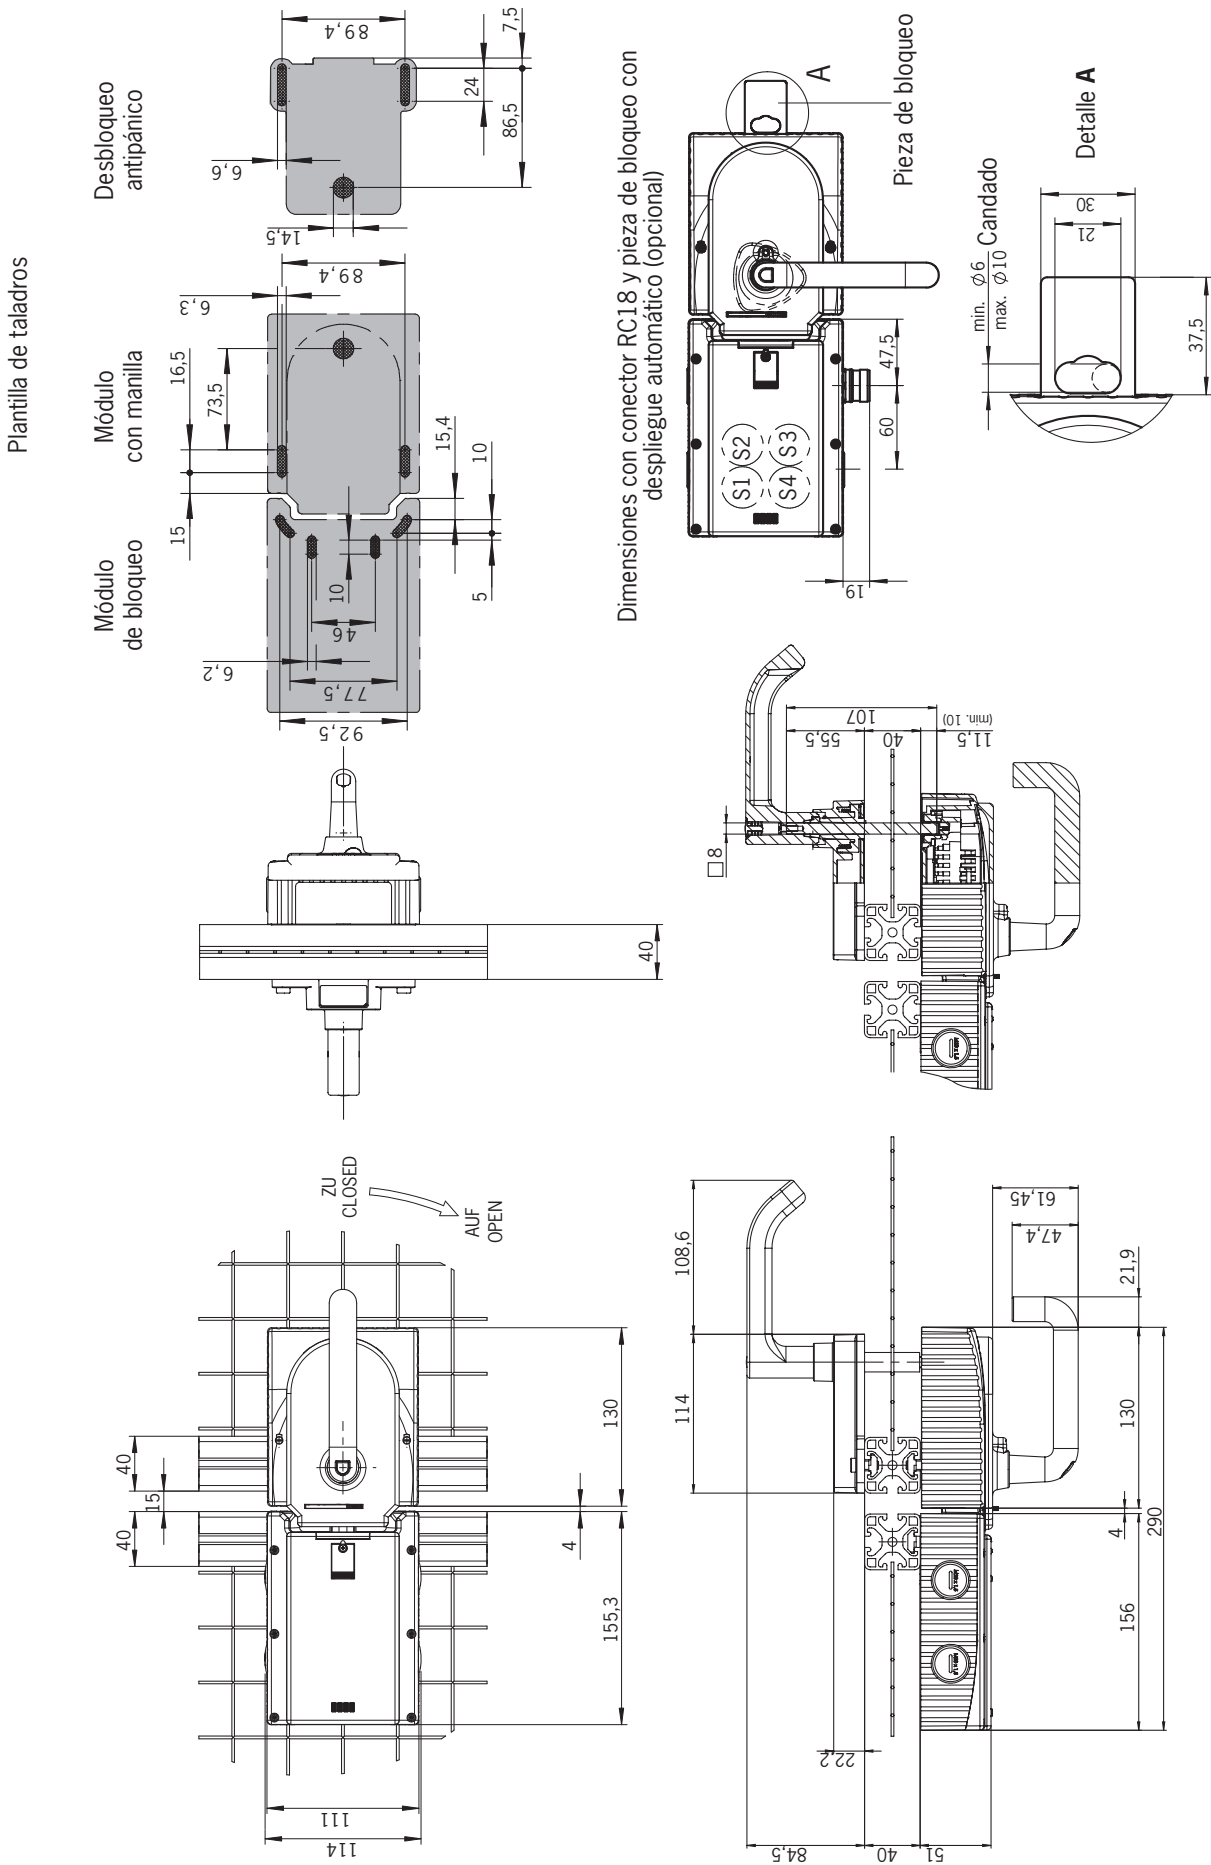
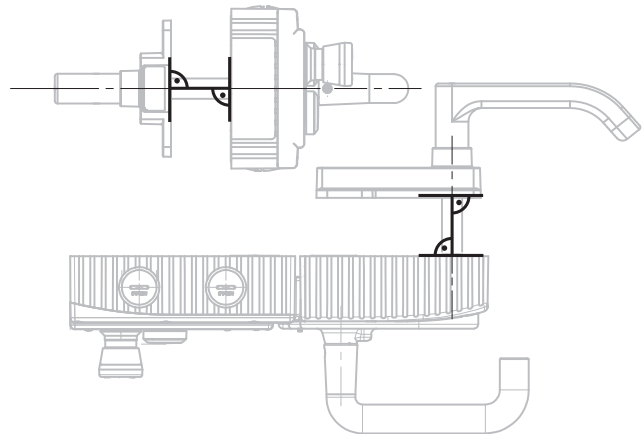

Fig. 4: Plano de dimensiones del dispositivo MGB montado, sin placas de montaje opcionales
Fig. 8: Ejemplo de montaje para puertas con sujeción a la derecha (representación esquemática)
- › Alinee el eje del dispositivo de desbloqueo antipánico en ángulo recto con el módulo con manilla. Véanse la *Fig. 4* y la *Fig. 8*.
Para los pasos de montaje, consulte la Fig. 8 y de la Fig. 9 a la Fig. 14.